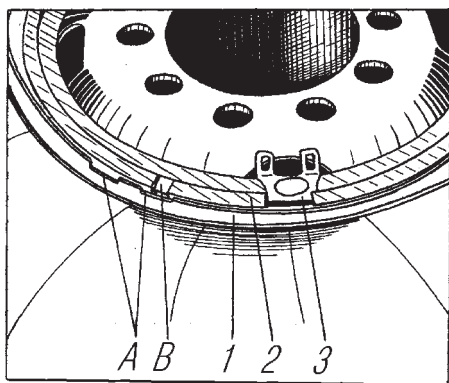

Рис. 52. Положение замочного и бортового колец колес 254Г – 508 и 400Г – 508:
5. Установите бортовое и замочное кольца, совместив при этом на колесах с шинами регулируемого давления выштамповку В (рис. 52) на замочном кольце с одним из пазов А на бортовом кольце и обеспечив совпадение разреза замочного кольца с ограничителем на обода.